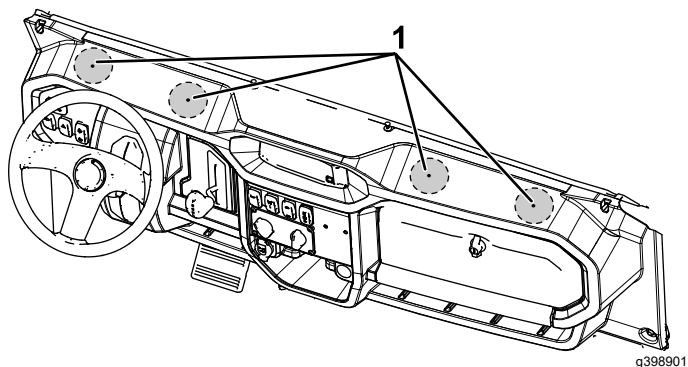

Figure 11
1. Localisez les 4 repères de perçage en haut du tableau de bord (Figure 11) et percez 4 trous (76 mm) directement à l'emplacement des repères.